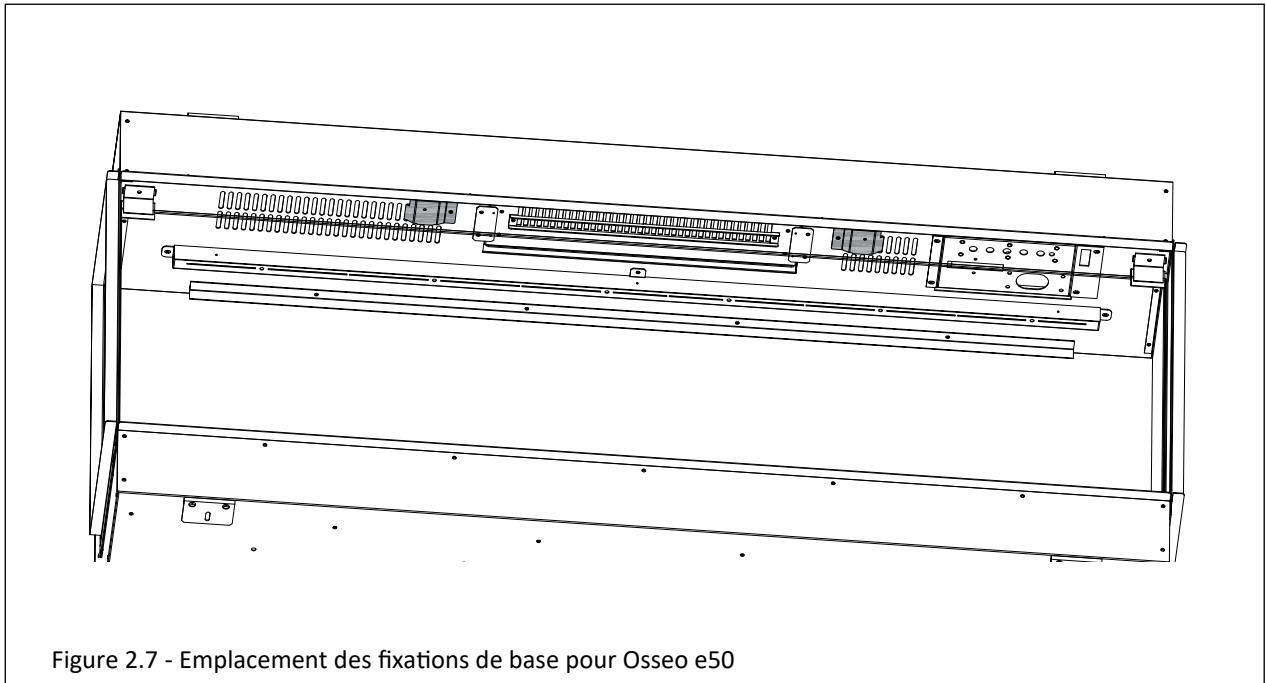
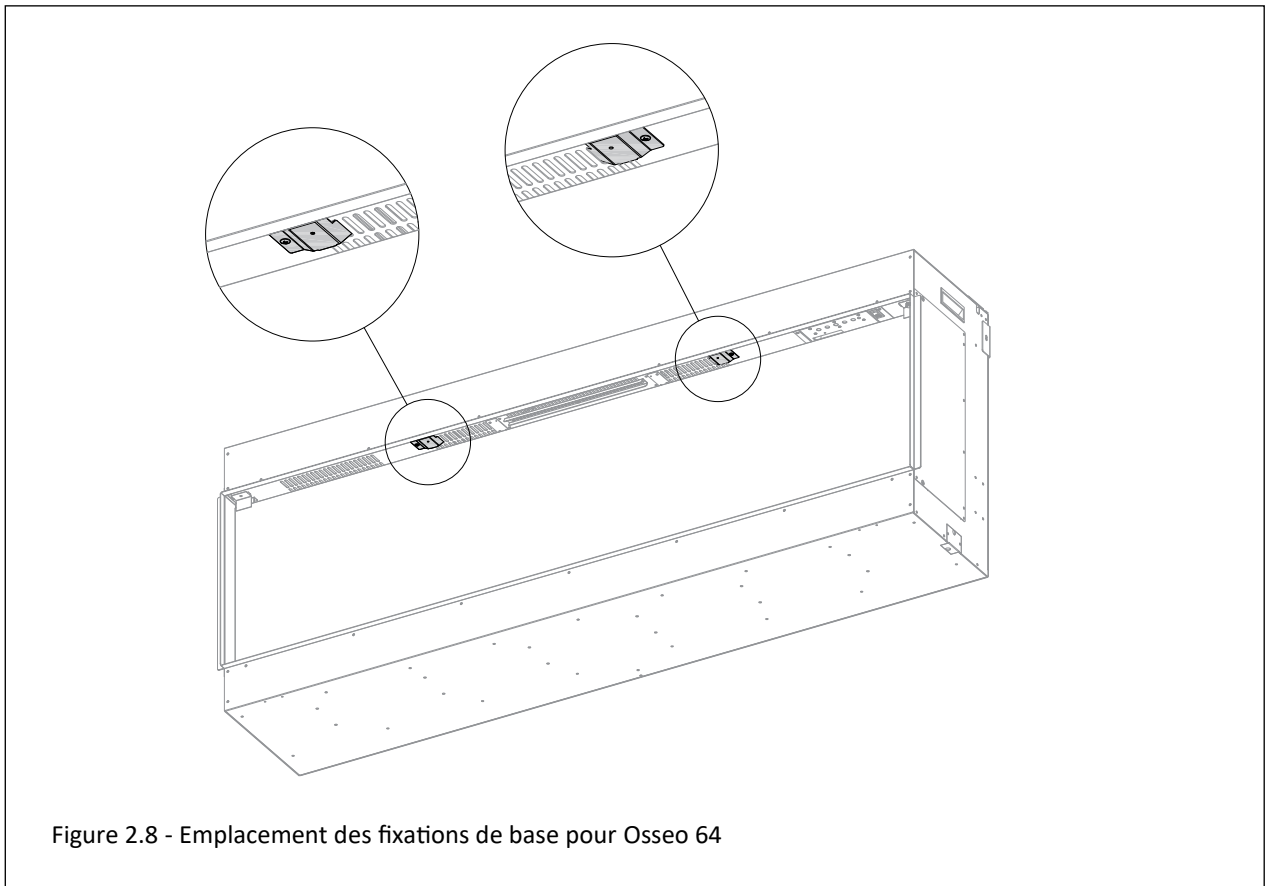
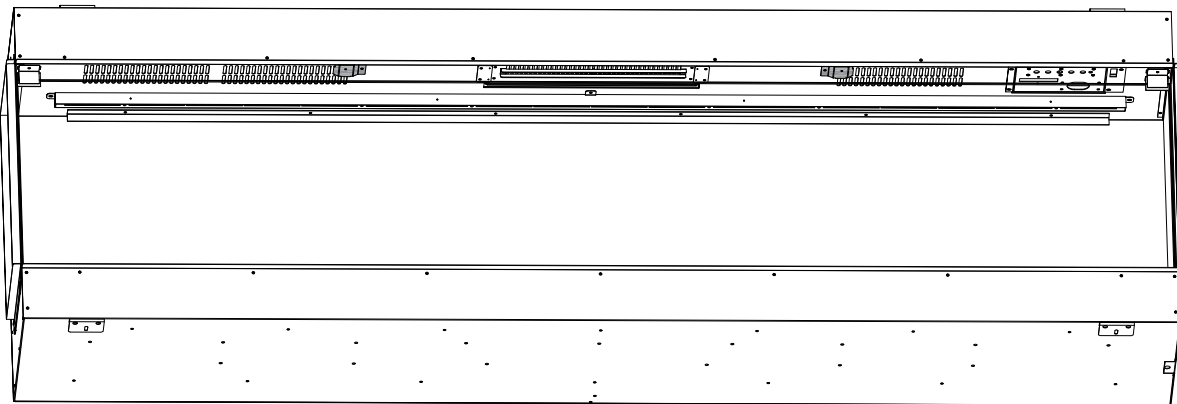

Figure 2.7 - Emplacement des fixations de base pour Osseo e50
Figure 2.8 - Emplacement des fixations de base pour Osseo 64
Figure 2.9 - Emplacement des fixations de base pour Osseo 80
2. Installez les fixations de base au haut de l'ouverture vitrée, tel que montré. Pour les installer, voir la Figure 2.7 pour Osseo 50, la Figure 2.8 pour Osseo 64 ou la Figure 2.9 pour Osseo 80. Chaque fixation de base possède une petite languette que vous devez insérer dans une fente de la persienne supérieure, pour ensuite fixer le côté opposé de la fixation avec une des vis retirées à l'étape 1. Ces fixations de base sont les seules pièces permises à l'intérieur des fentes des persiennes supérieures (passages d'air chaud). Assurez-vous d'installer chaque fixation de base à l'emplacement permis seulement.